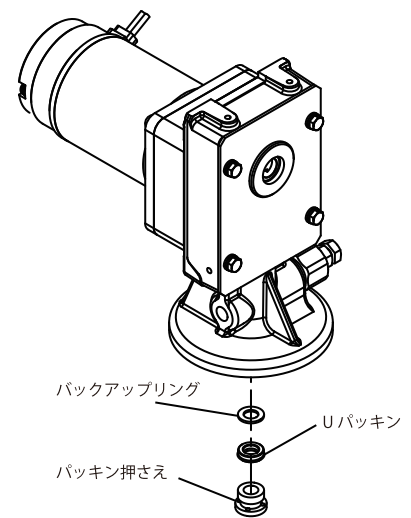

Fig.13
- 16) 手で上ポンプ組立のクランクケースにサクシオンチューブをねじ込み、最後にバルブアダプターにスパナをかけ確実に締めてください。(Fig. 13)